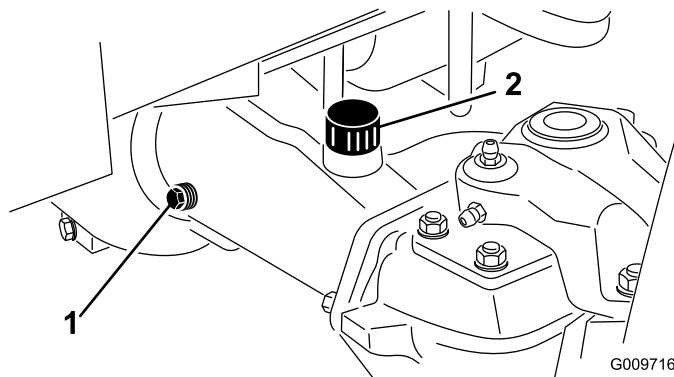

Figura 65
2. Retire un tapón de verificación de un extremo del eje y asegúrese de que el lubricante llega al borde inferior del orificio (Figura 65).